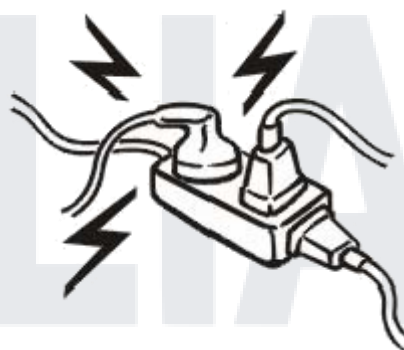

Рис. 4
- 5) Во избежание возгорания, машину запрещено подключать к удлинителю. Используйте штепсельную вилку только для прямого подключения к розетке. (Рис. 4)